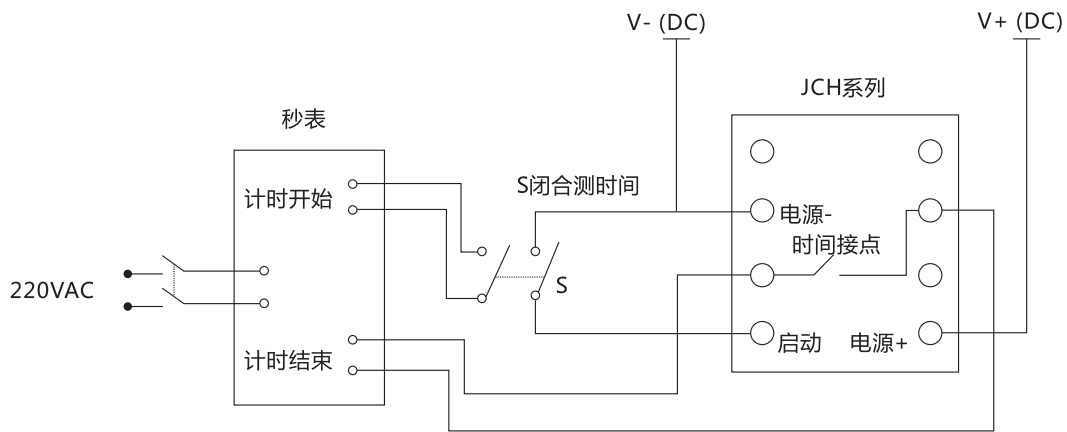

图2 JCH系列重合闸继电器测时间电路
- b、测动作延时，可按图2接线试验。每动作一次应断开一下合闸回路，以解除自保持。